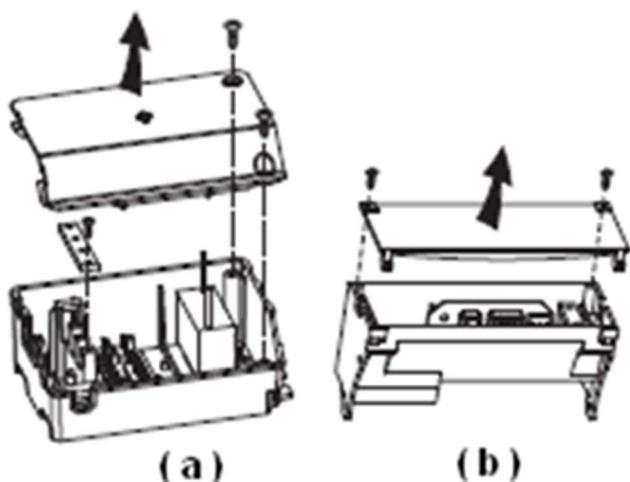

Рис.1
2. Найдите распределительную коробку, открутите винты на крышке распределительной коробки, затем снимите крышку (рис.1 (a) или (b) в зависимости от модели прибора).